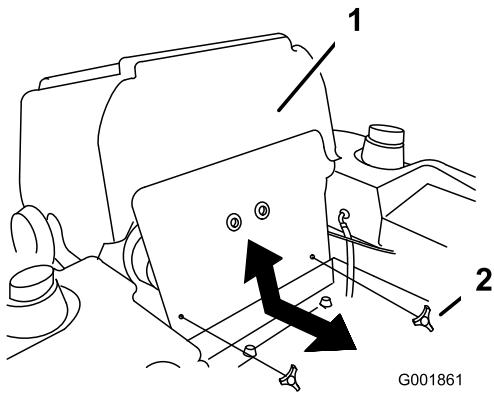

Figura 66
- Incline el asiento hacia adelante y retire el panel delantero del motor (Figura 66).
- Instale el panel delantero del motor (Figura 66).